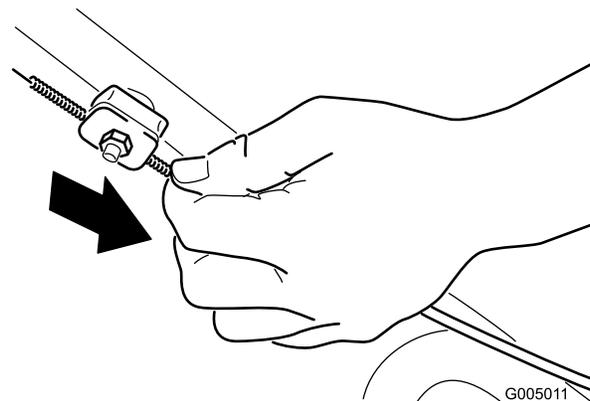

Рисунок 31
- Потяните трос (по направлению к машине), пока он не ослабнет (Рисунок 31).